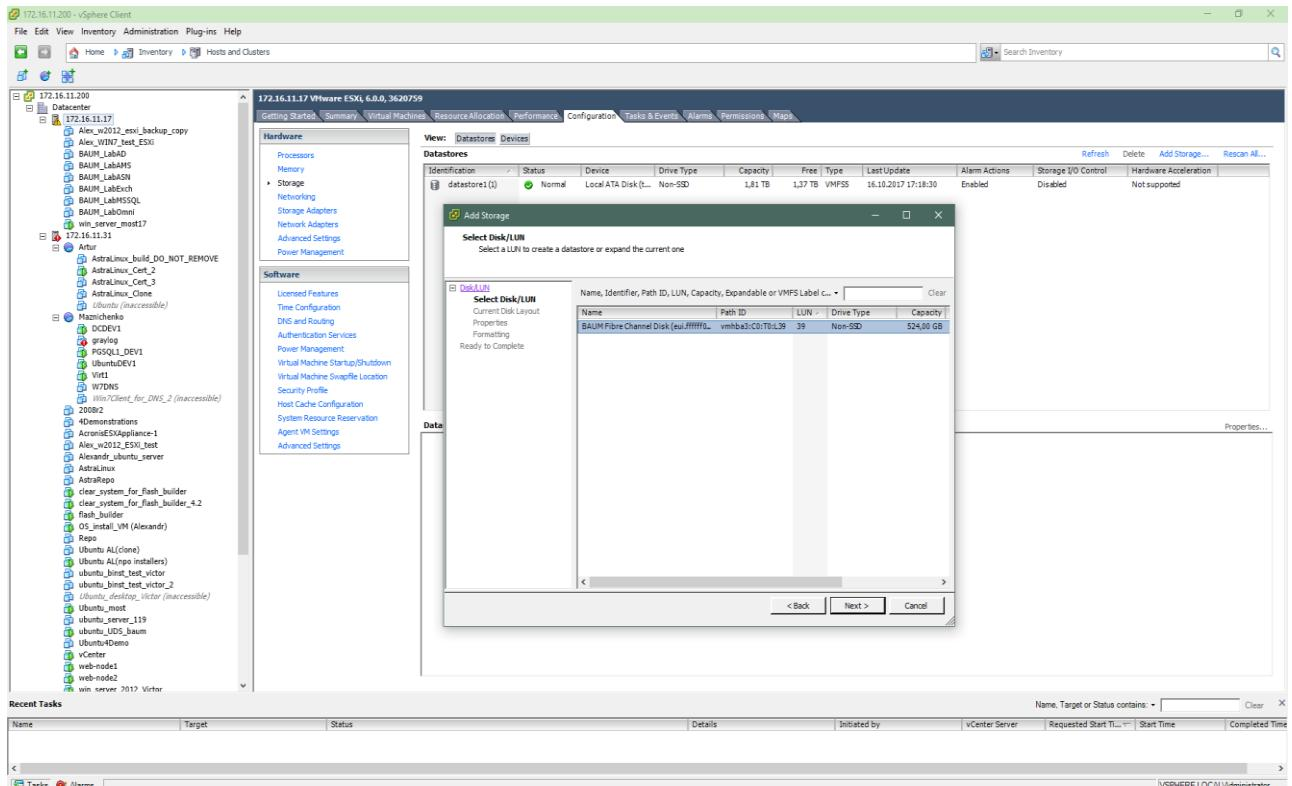

Рисунок 105 – Выбор луна Storage
10. Нажмите на кнопку «**Next**» (см. Рисунок 105).